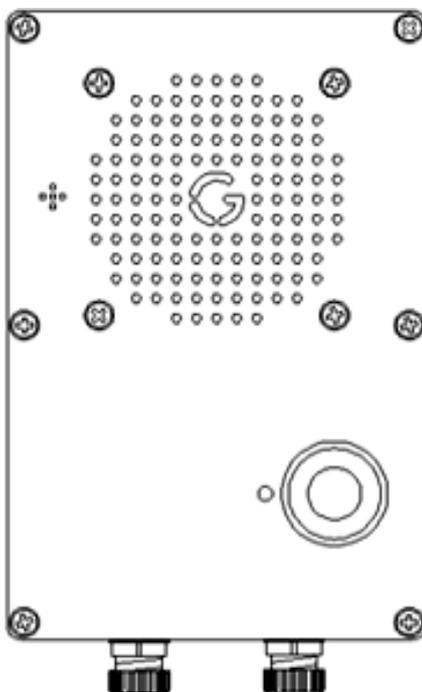

Рисунок 3. Внешний вид прибора GC-4017M2
5.1. Корпус прибора GC-4017M2 (рис.3) выполнен из алюминия и окрашен в оранжевый цвет порошковой эмалью. В нижней правой части находится обрезиненная кнопка вызова и 2-х цветный светодиод, в центре верхней части корпуса расположена защитная решетка динамика, слева от которой имеется защитная решетка микрофона. Кабель электропитания и линии связи подключается через соответствующие гермовводы, расположенные в нижней части корпуса.